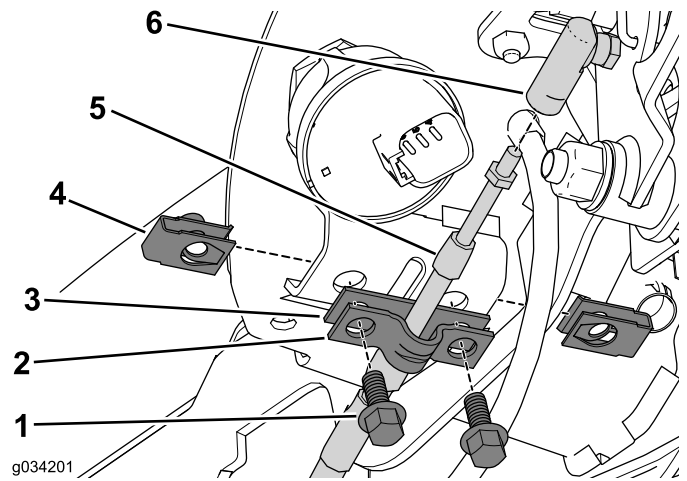

Figura 5
1. Retire los 2 pernos y las tuercas rápidas que sujetan la abrazadera y el suplemento a la consola (Figura 5).
2. Aparte la abrazadera y deseche el suplemento (Figura 5).
3. Desconecte el cable de bloqueo de punto muerto del conector del cable (Figura 5).